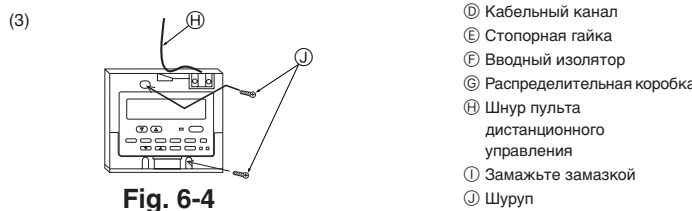

Fig. 6-4
- (B) Для непосредственной установки на стене выберите одну из следующих опций:
(3) Для непосредственной установки на стене (Fig. 6-4)